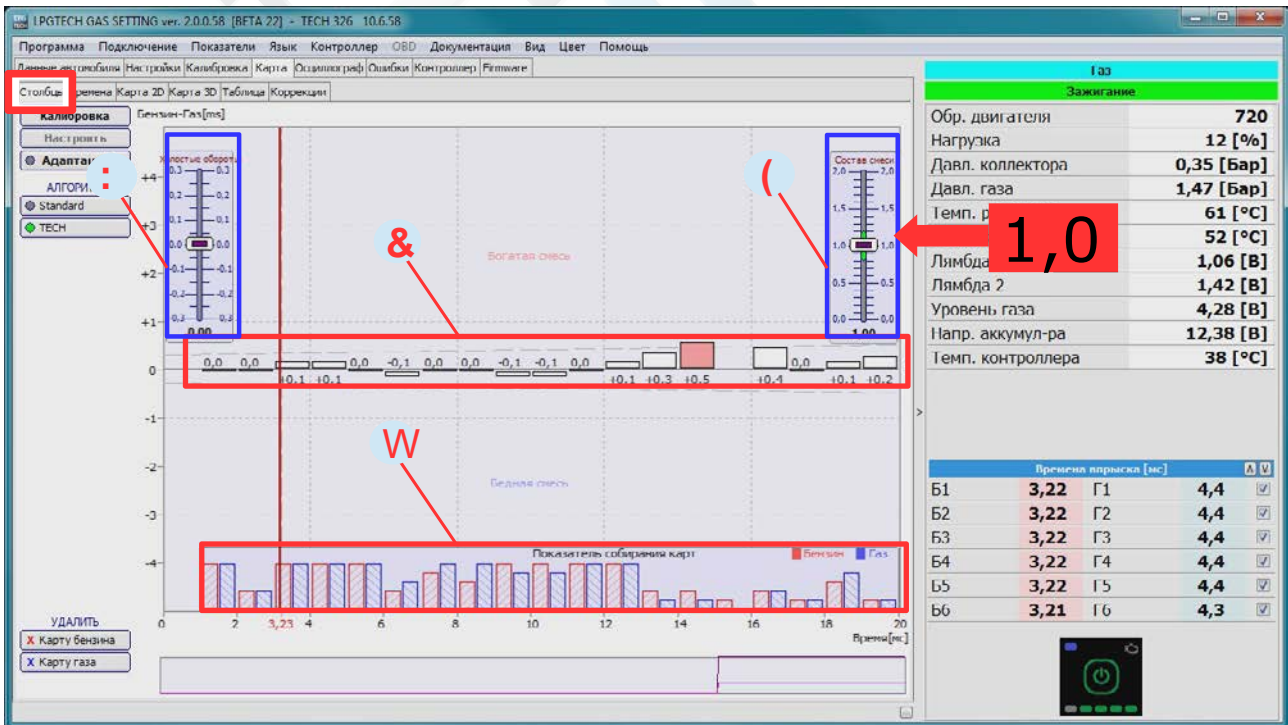

Рис.16. Показатели собранных карт для времён впрысков доступны под закладкой <Столбцы>
Как видим, в таблице имеем собранный основной диапазон времён впрыска в оптимальной зоне нагрузки и оборотов. Такого покрытия карт хватает для быстрой регулировки газовой инсталляции, так как, как видим на графике показателей собранных впрысков топлив (2) рис.16 имеем полный диапазон времён.